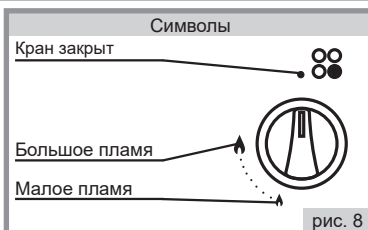

рис. 8
■ Положение горелок на столе и символы состояния работы горелок схематично изображено (рис.8) возле рукоятки каждого крана на панели управления.